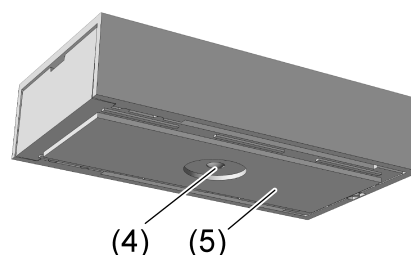

Bild 5: Kapslingens undersida med limkuddar
- Sätt limkudden (5) på kapslingens undersida (Bild 5). Dra av skyddsfolien på ena sidan, sätt kudden på undersidan av sensorns kapsling och tryck fast den. Ljusledaren (4) för ljusstyrkemätning får inte bli överlimmad.